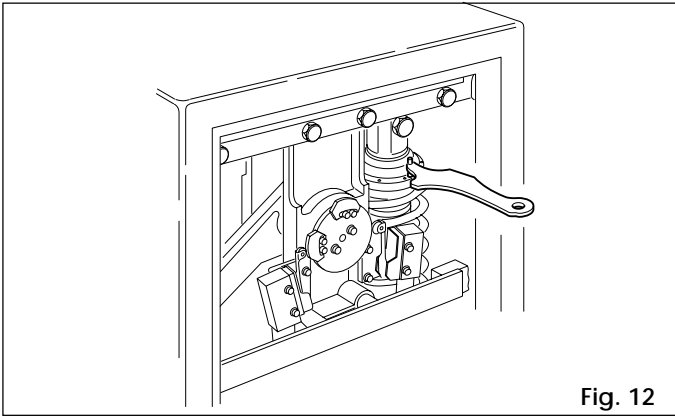

Fig. 12
- 2) Girar la virola de precarga como ilustra la fig. 12, utilizando la llave a tal fin.